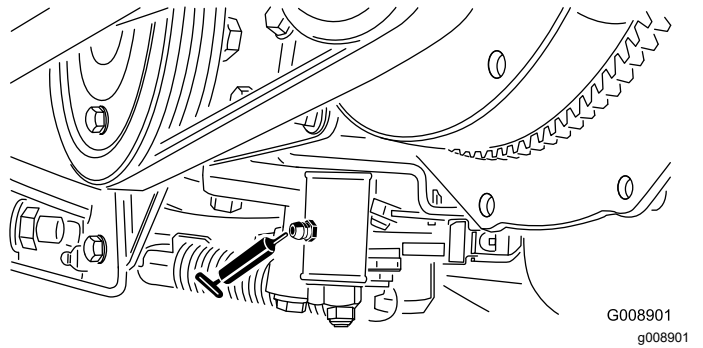

Figura 63
- Mecanismo de ajuste em ponto neutro (Figura 63)